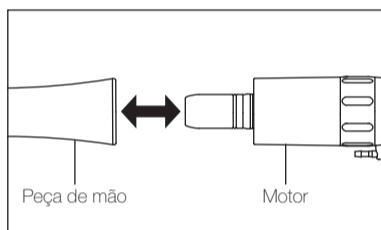

Fig. 1
- 1) Una a peça de mão diretamente ao motor. (Fig.1)